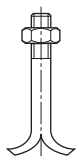

Fig. 9: pernos de anclaje
- Enganche los pernos de anclaje (véase la Fig. 9) en los orificios previstos para ello.